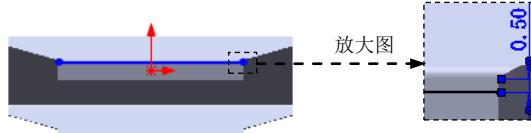

图 11.2.23 绘制的折弯线
② 定义折弯线草图。在草图环境中绘制图 11.2.23 所示的折弯线。